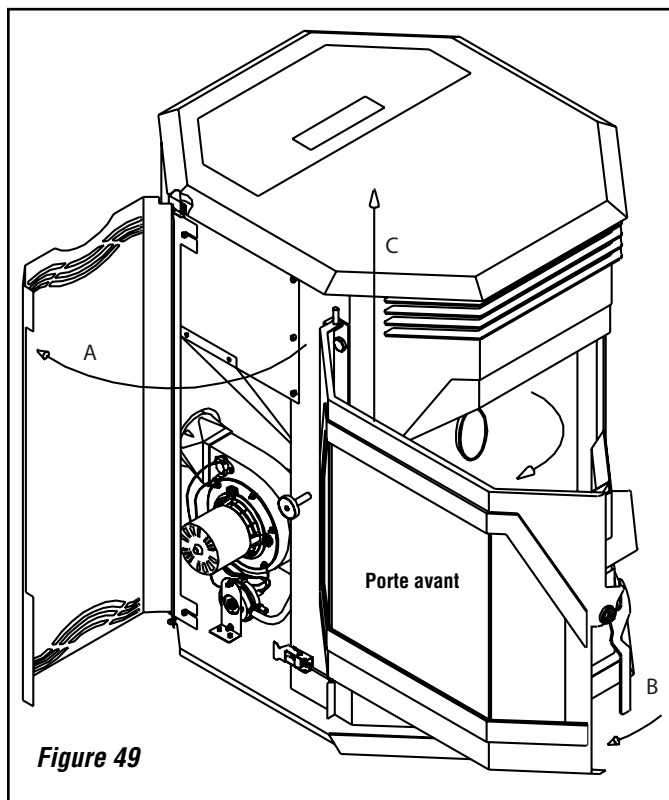

Figure 49
Pour retirer la porte, ouvrir les portes gauche et droite (A). Tirer la poignée B de la porte avant vers soi et ouvrir la porte avant. Soulever la porte avant et la déloger des charnières comme illustré à la *figure 49*, repère C. Pour réinstaller la porte, reprendre cette procédure dans le sens inverse.